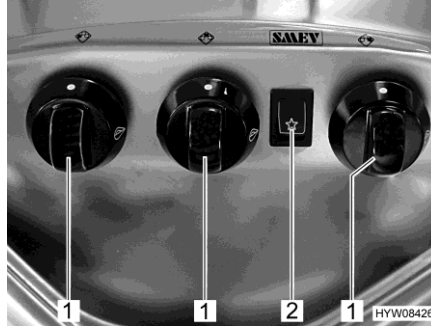

Bild 197 Bedienelemente (Gaskocher)
- Drehregler (Bild 197,1) der gewünschten Brennstelle auf Zündposition (große Flamme) drehen.
- Wippschalter (Bild 197,2) drücken. Am Brenner werden Zündfunken erzeugt.